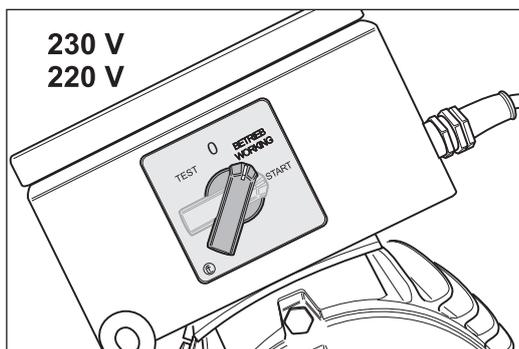

Abb. 12 Nachdem der Motor die volle Drehzahl erreicht hat, den Schalterknopf loslassen. Er nimmt automatisch die Position -BETRIEB (WORKING)- ein.
- Nachdem der Motor die volle Drehzahl erreicht hat, lassen Sie den Schalterknopf los. Er nimmt automatisch die Position -BETRIEB (WORKING)- ein (Abb. 12).